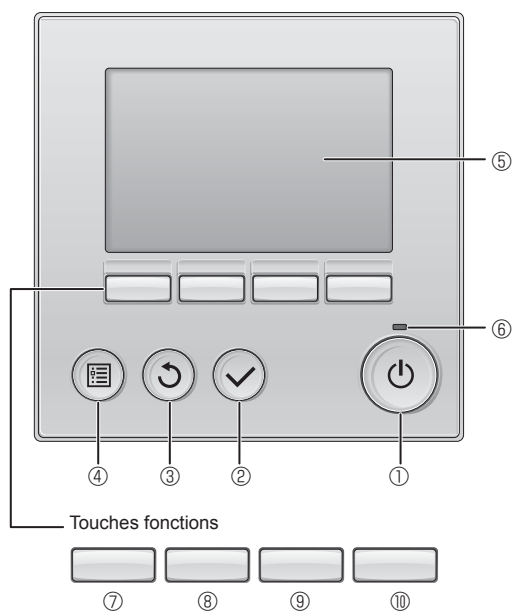

Fig. 7-2
7.3.1. Utilisation de la télécommande filaire (Fig. 7-2)
① Touche [MARCHE / ARRÊT]